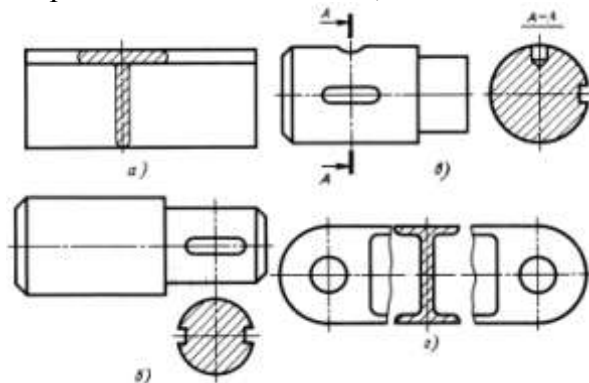

Рис.37 Сечения: а - наложенное; б и в –вынесенное; г- расположенное в разрыве
**Сечение** – это изображение, полученное при мысленном рассечении предмета плоскостью. На сечении показывают то, что получается в секущей плоскости. Сечения штрихуют сплошными тонкими линиями под углом  $45^{\circ}$ . Сечения разделяют: вынесенные, наложенные и расположенные в разрыве (рис.37).